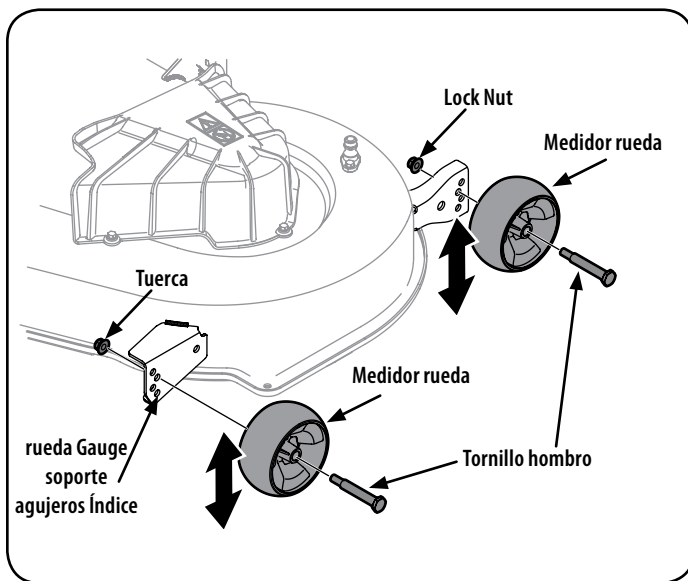

Figura 28
1. Si no está ya suelta, afloje el tornillo hexagonal y gire la palanca de control hacia adelante o hacia atrás a la posición deseada. Ver Figura 28..
2. Retire la tuerca de seguridad con brida que fija el perno con reborde de la rueda de calibración delantera a la plataforma. Retire la rueda de calibración y el perno con reborde. Consulte la Figura 28.